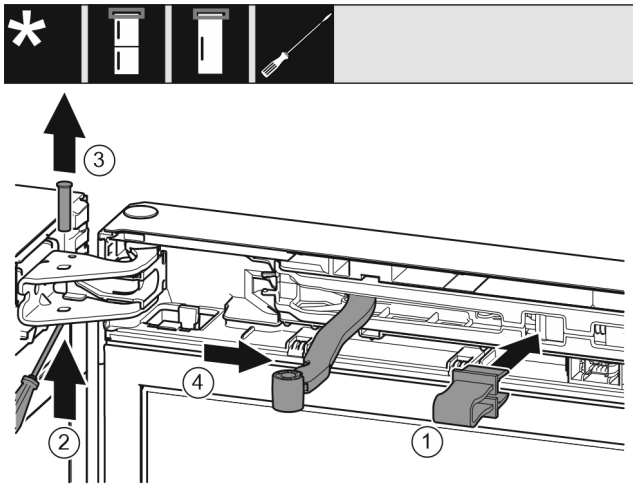

Fig. 9
- ▶ Pattintsa be a biztosítékot Fig. 9 (1) a nyílásba.
- ▶ Tolja ki a csapszeget Fig. 9 (2).
- ▶ Vegye ki felfelé a csapszeget Fig. 9 (3).
- ▶ Forgassa az ajtó irányába a csuklót Fig. 9 (4).